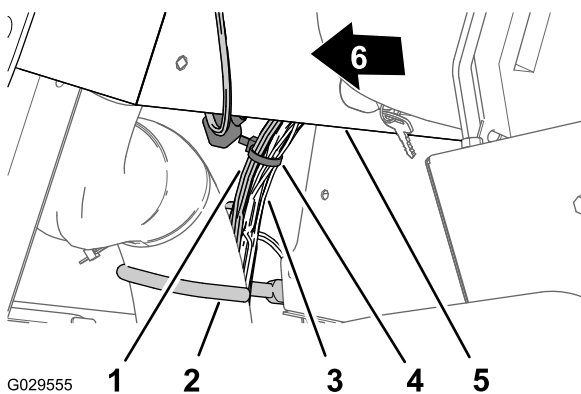

Рисунок 199
5. Рядом с крюком крепления кабеля и шланга закрепите ответвление длиной 240 см для приборной панели, отходящее от жгута проводов, к жгуту проводов машины кабельной стяжкой (Рисунок 199).